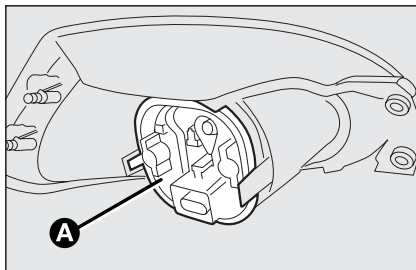

Рис. 29
- отсоедините электрический разъем и снимите защитную крышку **A**, **рис. 29**, нажав на три фиксатора защелки, после чего замените перегоревшую лампу.